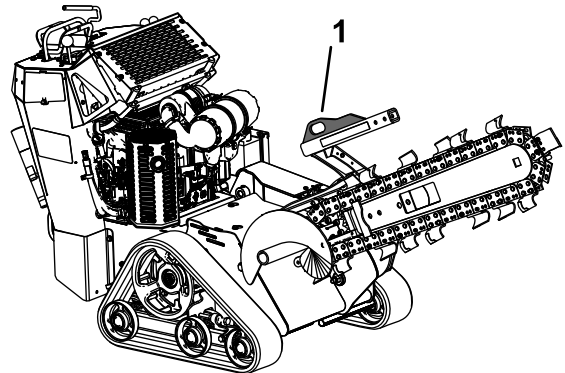
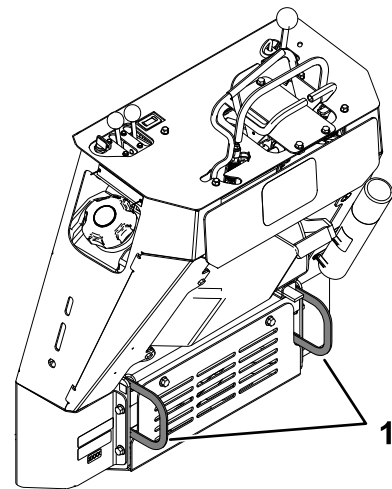

Bild 17
Bild 18
3. Befestigen Sie die Maschine mit Ketten oder Riemen an den Vergurtungsstellen bzw. Hebelaschen vorne und hinten an der Maschine auf einem Anhänger (Bild 17 und Bild 18). Halten Sie die örtlichen Vorschriften für Anhänger und Vergurtung ein.
Sie können die Maschine mit den Vergurtungs- und Hebeschlaufen als Hebestellen hochheben (Bild 17 und Bild 18).